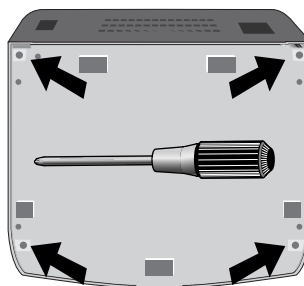

Figure AC.3
4. Retirez les 4 vis au bas du socle et soulevez le panneau inférieur (Figure AC.3).